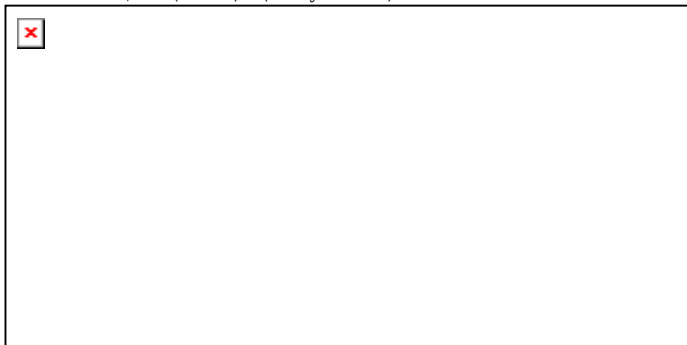

Рисунок 1 Схема подключения извещателей к двухпроводным шлейфам.
2.2 Detector supports connection of remote indicator (RI) (Figure 1)
The circuit of detector connection to two-wire loop. Figure 1.
2.2 Извещатель обеспечивает возможность подключения выносного устройства оптической сигнализации (ВУОС). (Рисунок 1).